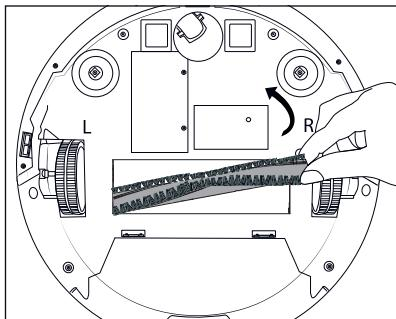

Fig. 15
- ♦ Saisissez le rouleau brosse ⑯ par le côté droit et sortez-le de l'appareil (voir fig. 15). Retirez les cheveux et la saleté avec la brosse de nettoyage ⑩.